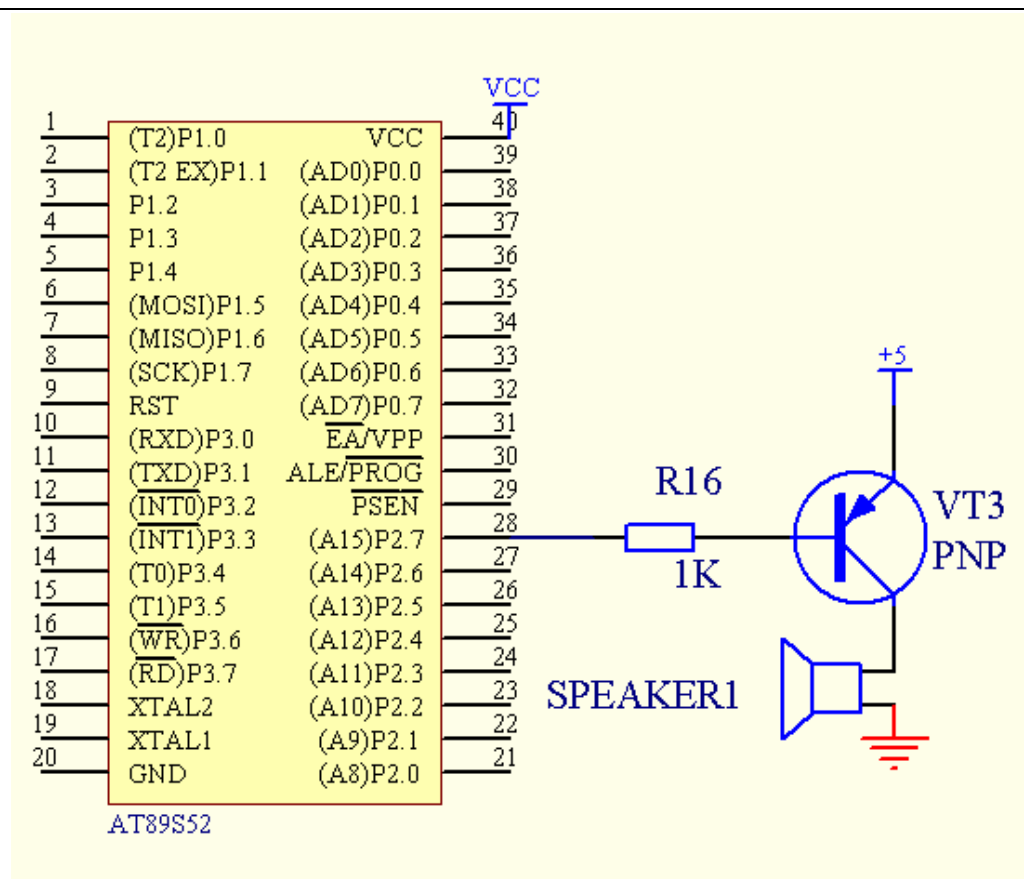
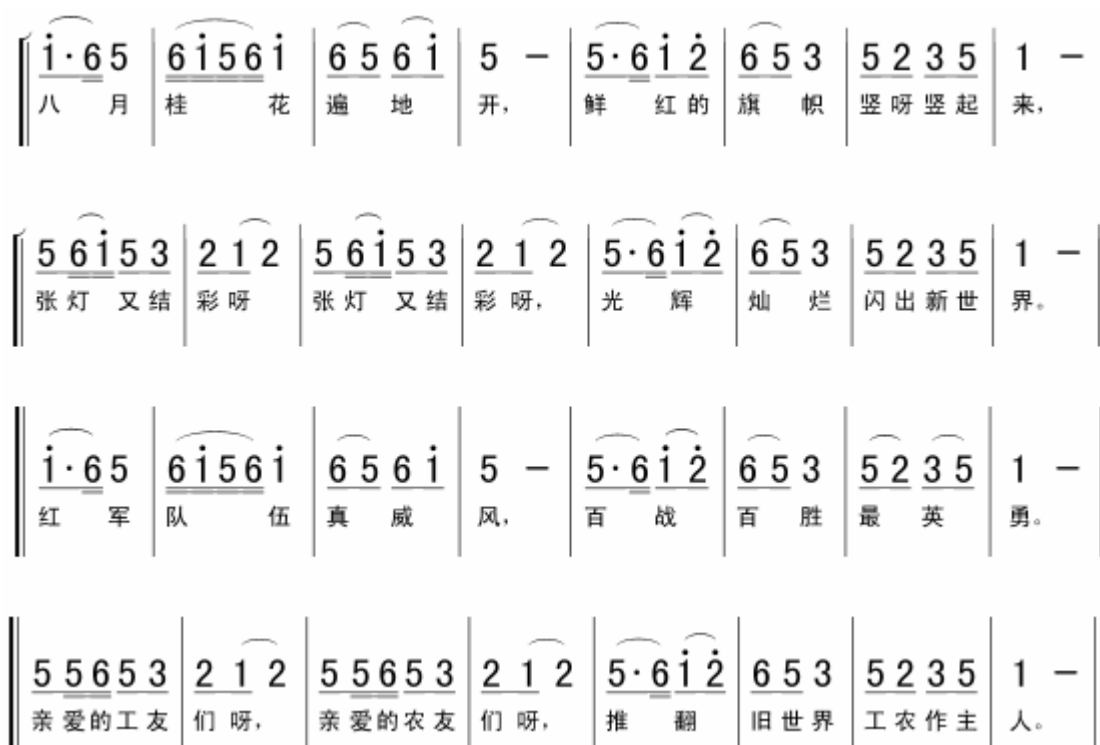

图 4-29 (实验板电路)
图 4-30 (《八月桂花遍地开》乐谱)
(1) 如图 4-30 所示为《八月桂花遍地开》的乐谱。自行建立一个工程, 命名为 “music”, 编写其程序, 利用定时器产生伴奏的音乐。其中图 4-29 为实验板的电路。
(2) 对应图 4-30 的乐谱中建立一个数组, 数组的排列方式为“频率常数、节拍常数、频率常数、节拍常数”。在程序运行时不断选取节拍与频率进行演奏就可以了。
(3) 编写一个延时函数, 用作如果遇到休止符就停止一段时间
(4) 再编写一个延时函数, 用作频率的产生。
(5) 利用上面计算出的 10ms 定时中断, 用作节拍的产生。
(6) 在主程序中我们可以利用 if 语句来判断, 假如是休止符就调用函数程序来延时一段时间, 假如是结束符就从头开始唱, 假如不是休止符也不是结束符那就开启定时器来产生节拍和调用延时函数来产生频率。